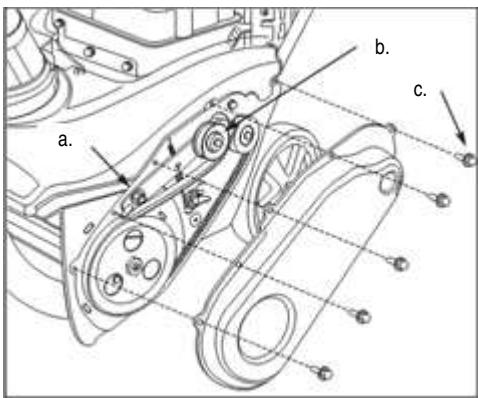

Figur 18
3. Mät gapet med ett bladmått. För att säkerställa korrekt motorfunktion måste tändstiftsgapet vara korrekt justerat och stiftet fritt från avlagringar. Justera vid behov genom att böja sidoelektroden. Se figur 18.